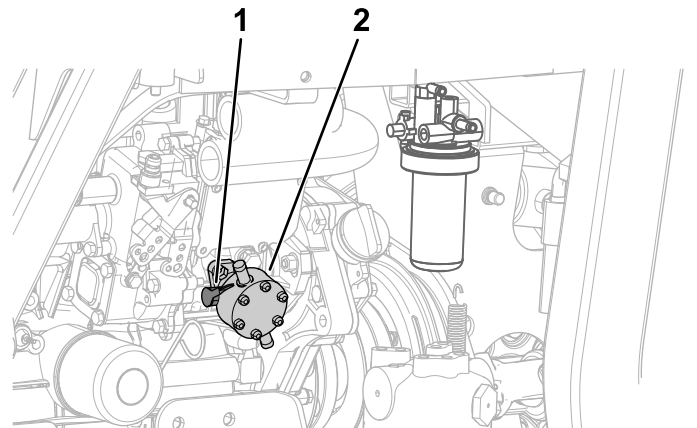

Figura 64
A la izquierda del motor, accione la palanca de la bomba de combustible hasta llenar el cuerpo del filtro de combustible (Figura 64).
7. Accione la palanca de la bomba de combustible hasta que vea una corriente continua de combustible alrededor del tornillo; consulte Figura 64 en Cebado del sistema de combustible \(página 57\).